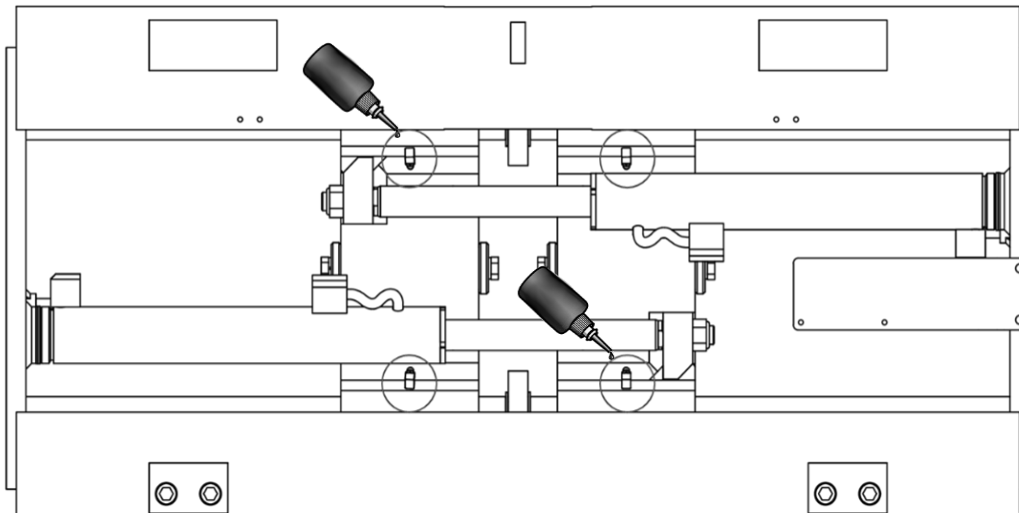
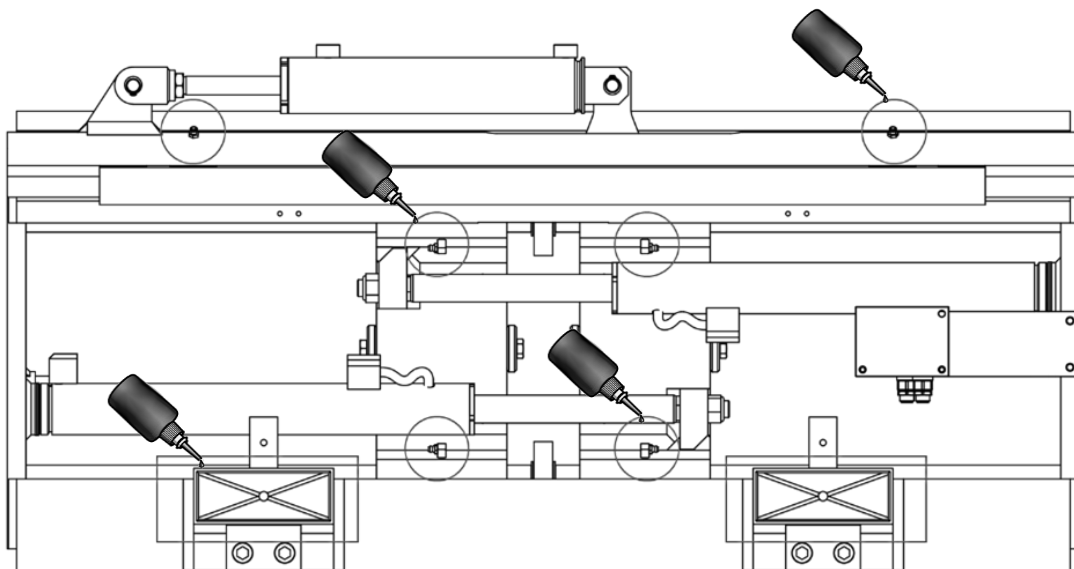

Figure 26
Figure 27
1. Lubrifier les composants de guidage avec les graisseurs prévus à cet effet (voir *Figure 26* et *Figure 27*).
2. Lubrifier les lardons de guidage et la barre de glissement correspondante (voir *Figure 27*, pour les versions avec *s/s*).